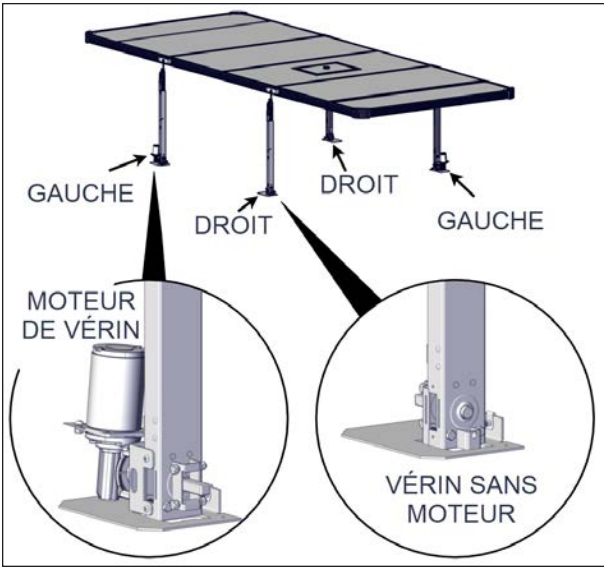

FIGURE 66: POSITION DES VÉRINS
1. Positionner les quatre vérins selon leurs emplacements. Les vérins motorisés doivent toujours se trouver sur le côté gauche lorsque vous faites face au spa, voir Figure 66.